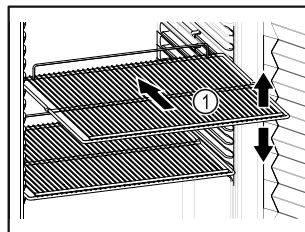

Fig. 56 Simbolična slika
- Če je odlagalna rešetka Fig. 56 (1) premična, jo prilagodite po višini.